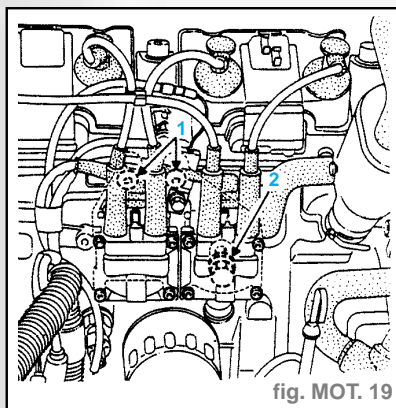

fig. MOT. 19
- Retirer les deux vis (1) et desserrer la vis (2) du support bobine puis le faire glisser vers le bas (fig. MOT. 19).